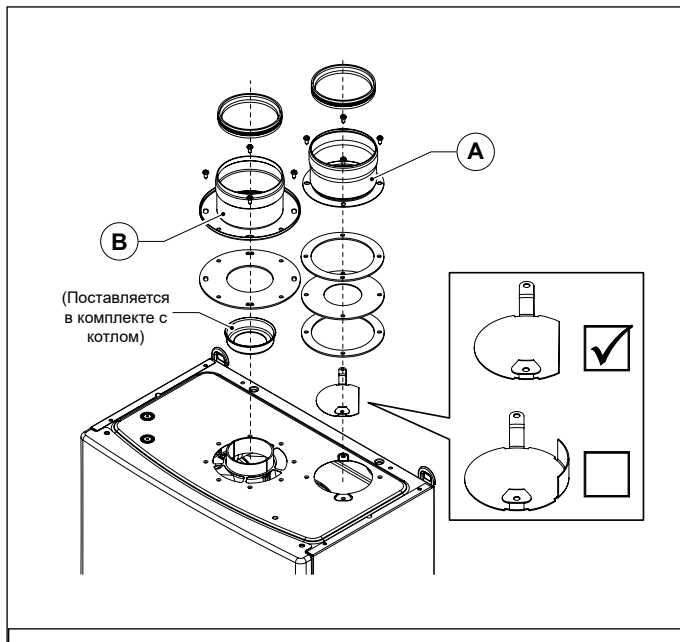

Рис. 12 OSDOPPIA13
- Смонтируйте соответствующий дефлектор воздуха (смотри Рис. 12 0SDOPPIA13).
- Смонтируйте соответствующий дефлектор воздуха (смотри Рис. 12 OSDOPPIA13).